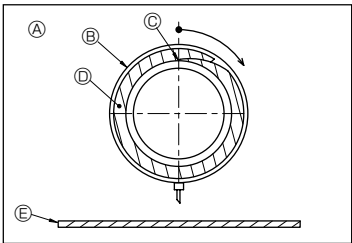

图 3-6
5. 使用绝热材料 ⑦ 使排水管端口和排水插座绝缘，然后使用扎带固定。（绝热材料和扎带为随机提供。）（图 3-6）
[图 3-6]